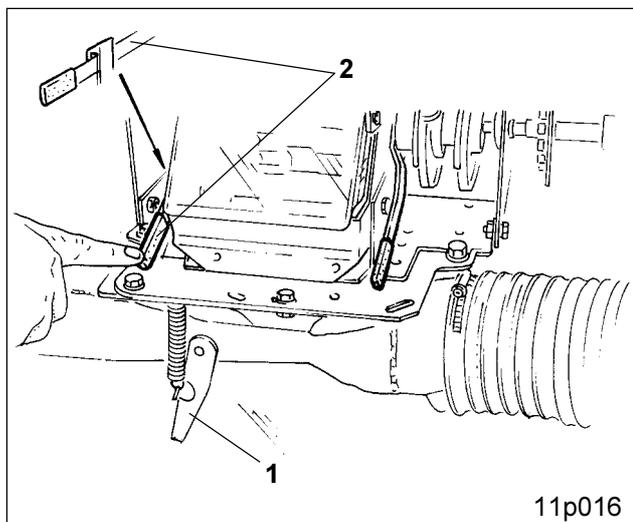

Fig. 50.4
- Injektorschleusenklappe (Fig. 50.4/1) und
Zum Öffnen der Restentleerungsklappe hinter der Dosiereinheit Hebel (Fig. 50.4/2) nach unten drücken und arretieren.